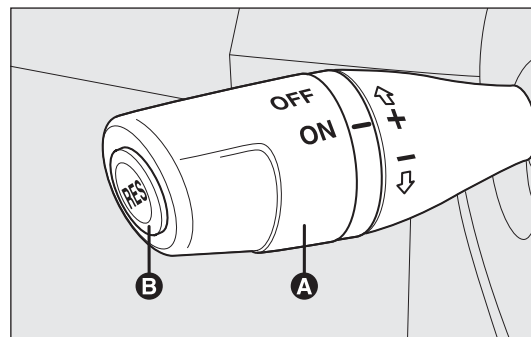

fig. 39
Tourner la bague A-fig. 39 sur la position ON.
- tourner la bague A-fig. 39 sur ON et en appuyant sur la pédale d'accélérateur, amener la voiture à la vitesse souhaitée ;
- appuyer sur le bouton RES B-fig. 39.
- en appuyant sur la pédale d'accélérateur ; dans ce cas, le système n'est pas désactivé effectivement mais la demande d'accélération est prioritaire sur le système ; le cruise control reste toutefois actif, sans qu'il soit nécessaire d'appuyer sur le bouton RES B-fig. 39 pour revenir aux conditions précédentes une fois l'accélération terminée.